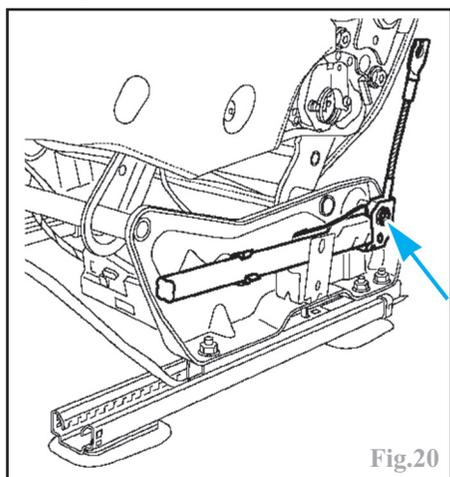

Fig.20
- la vis de fixation du prétensionneur (Fig.20).